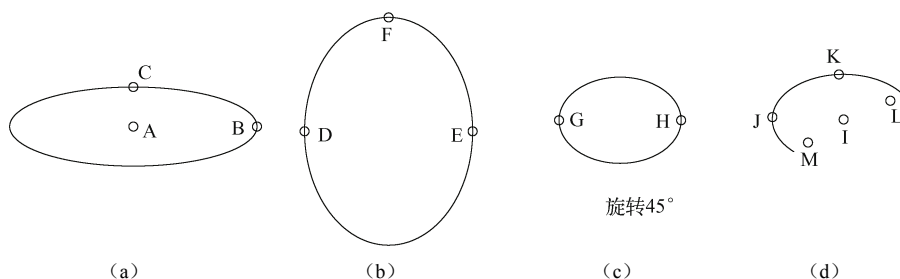

图 3-27 椭圆及椭圆弧
(1) 端点：指定椭圆轴的端点。
(2) 中心点(C)：指定椭圆的中心点。
(3) 半轴长度：指定半轴的长度。
(4) 旋转(R)：指定一轴相对于另一轴的旋转角度。范围在  $0 \sim 89.4^\circ$  之间， $0^\circ$  绘制一圆，大于  $89.4^\circ$  则无法绘制椭圆。
**【例 3.12】** 按照图 3-27 (a)、(b)、(c) 所示提示点绘制椭圆。
结果如图 3-27 (a) 所示。
结果如图 3-27 (b) 所示。
结果如图 3-27 (c) 所示。
【例 3.13】 绘制图 3-27 (d) 所示的椭圆弧。